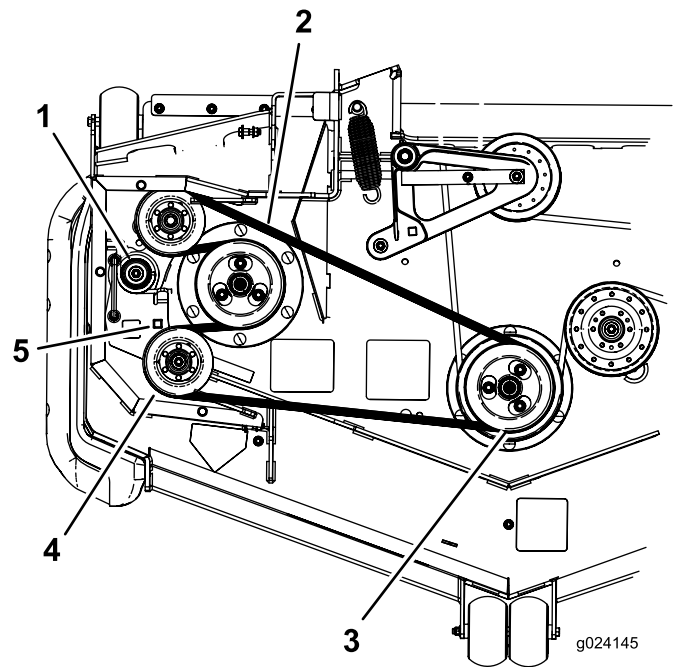

Figura 72
7. Utilice una llave de carraca en el taladro cuadrado del brazo tensor para aliviar la tensión del muelle tensor (Figura 72).